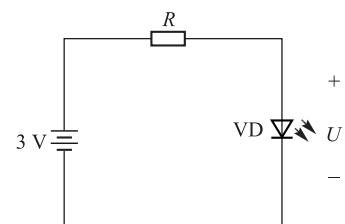

图 1-22 外接电源测试发光二极管
①万用表检测。利用具有 R×10k 挡的指针式万用表可以大致判断发光二极管的阳极、阴极及性能好坏。正常时,二极管正向电阻为几千欧至 200 kΩ,反向电阻为  $\infty$ 。因此,通过测量正反两次电阻就可以判断阳极和阴极。若测得正向电阻为 0 或  $\infty$ ,反向电阻很小或为 0,则发光二极管损坏。
②外接电源测量。用 3 V 稳压源或两节串联的干电池及万用表(指针式或数字式皆可)可以较准确地测量发光二极管的光、电特性。按图 1-22 所示电路连接,如果测得发光二极管电压为 1.4~3 V,且发光亮度正常,说明发光二极管发光正常。如果测得发光二极管电压为 0 或 3 V,且不发光,说明发光二极管已坏。